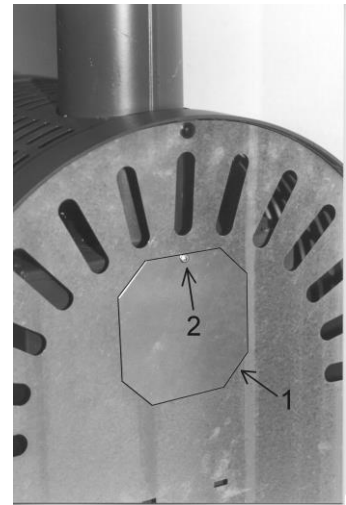

Abbildung 12: Ölofen Viking 468.50
3. Das Loch vor dem Rohrstützendeckel in der Geräte rückwand muß unbedingt abgedeckt werden, andernfalls ist eine Beeinträchtigung von Wärmestrahlung auf die Stellwand (z.B. Tapete) nicht auszuschließen! Montieren Sie dafür die beigelegte Abdeckscheibe (1) mit der Blechschraube (2) an der Rückwand (siehe Abbildung 12).